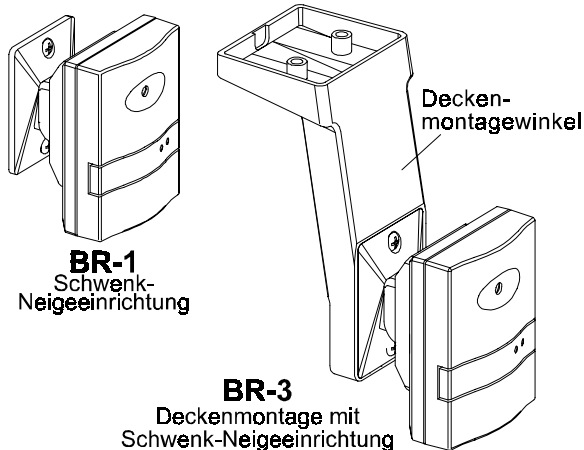

Abbildung 4: Optionale Schwenk-/Neigeinrichtungen
3.6 Optionale Montagehilfen (Abbildung 4)